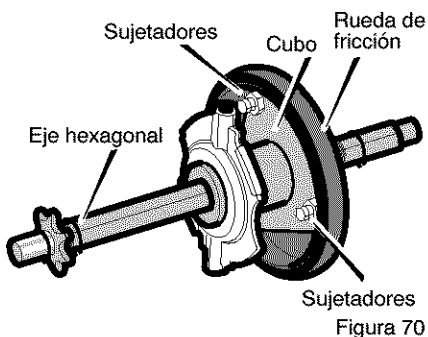

Figura 70
11. Quite los tres **sujetadores** que retienen la **rueda de fricción** en el **cubo** (Figura 70).